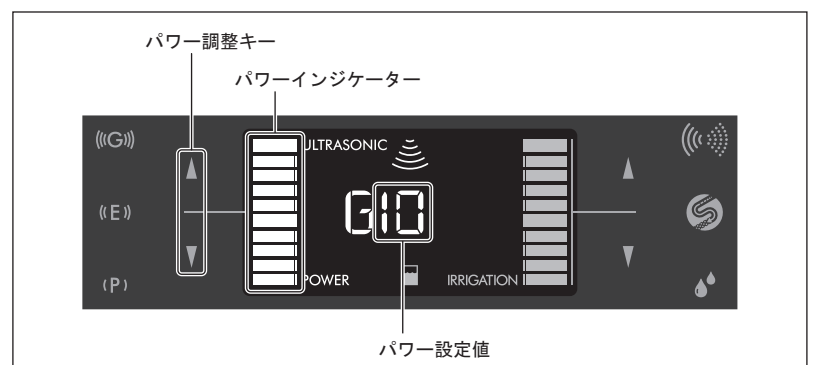

図20
- 2) パワー調整キー（▲/▼）を押してパワーを設定してください。パワーにあわせてパワー設定値とパワーインジケータが増減します（図20）。